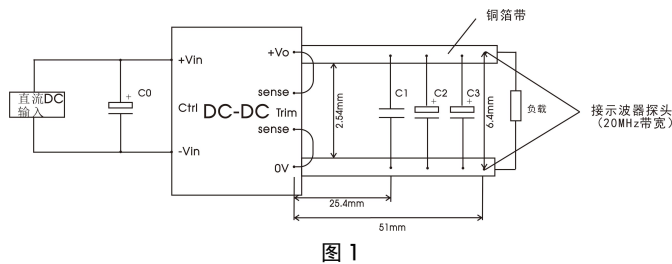

图 1
注：①纹波和噪声的测试方法参见图 1。
所有该系列的 DC/DC 转换器的常规性能在出厂前，都是按照下图 1 推荐的测试电路进行测试。